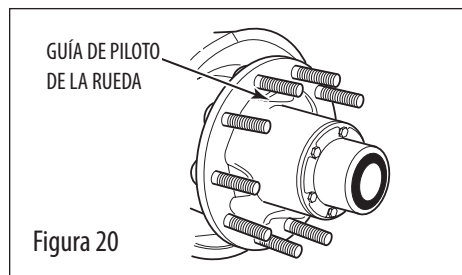

Figura 20
2. En ambientes donde es beneficioso utilizar un inhibidor de la corrosión, ConMet recomienda utilizar Corrosion Block, un producto de Lear Chemical Research, (905)-564-0018. En ambientes altamente corrosivos, está demostrado que es beneficioso aplicar una capa fina de Corrosion Block en el tambor y en los pilotos de la rueda.
4. Antes de instalar el tambor para freno y las ruedas que utilizan el sistema de maza con piloto, gire la maza para que una de las guías de los pilotos de la rueda quede en la parte superior (posición de las 12:00 p. m.) (vea la figura 20).